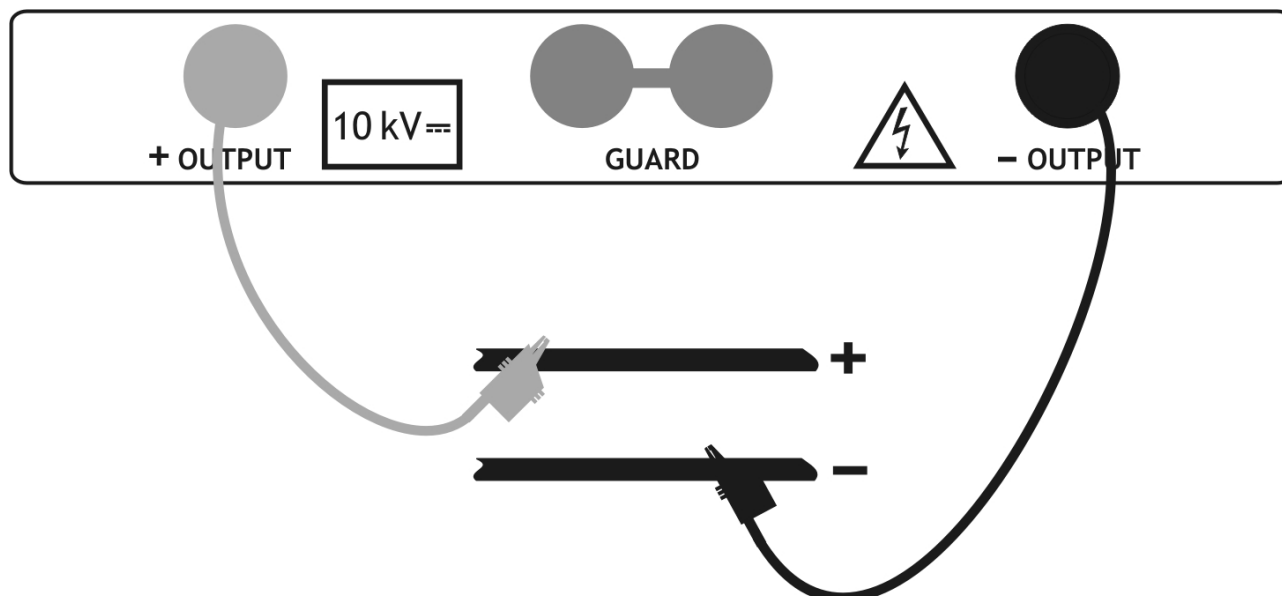

Fig. 15: Collegamento dello strumento per misura di tensione
4. Collegare il puntale del Terminale 1 o del Terminale 2 (positivo) e il cavo nero dei Terminali 2 (negativo) all'oggetto in prova rispettando le polarità in caso di misura di tensione DC (vedere Fig. 15)